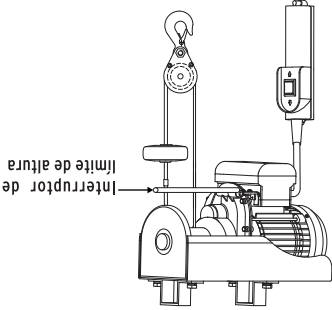

FIG.11
7. El polipasto cuenta con interruptor de límite de altura (FIG.11), el cual no permite que el gancho se enrolle en el carrete y pueda dañar al polipasto, es recomendable que no suba totalmente la carga ya que esta puede golpear algún componente del polipasto.